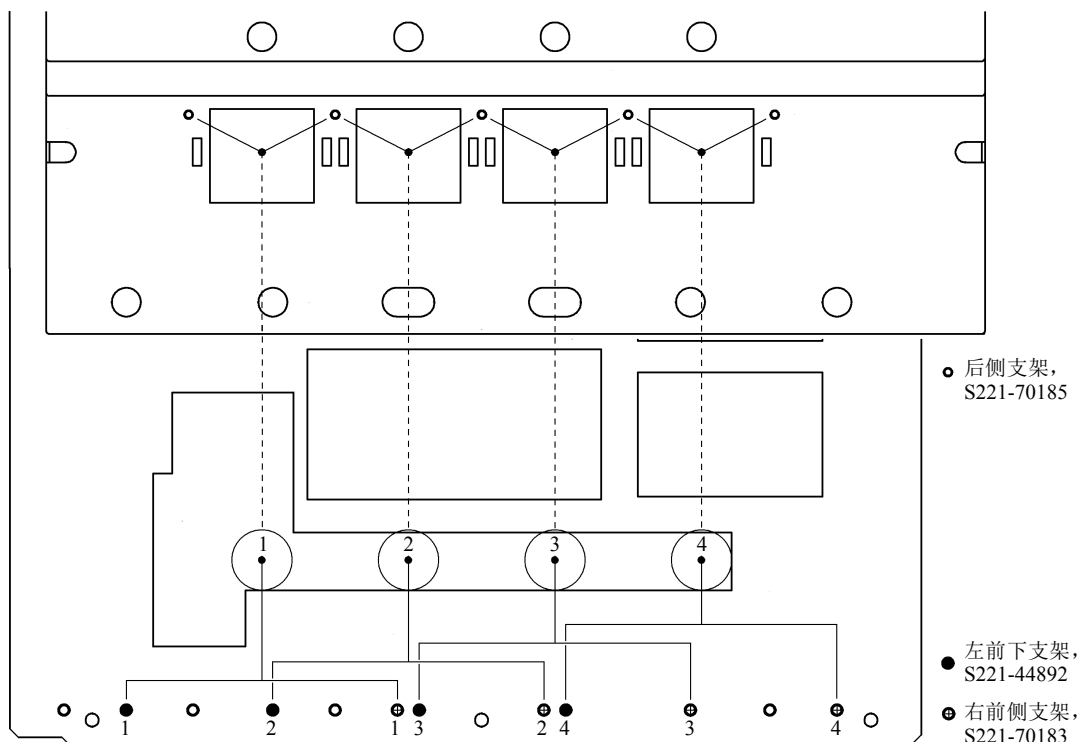

图 2-3
- 3 使用附带的扳手拆卸安装在 **INJ/DET** 安装板上的前侧两个支架，参考图 2-3 安装到规定的位置上。
- 4 使用附带的扳手拆卸安装在 **INJ/DET** 盖板上的后侧两个支架，参考图 2-3 安装到规定的位置上。